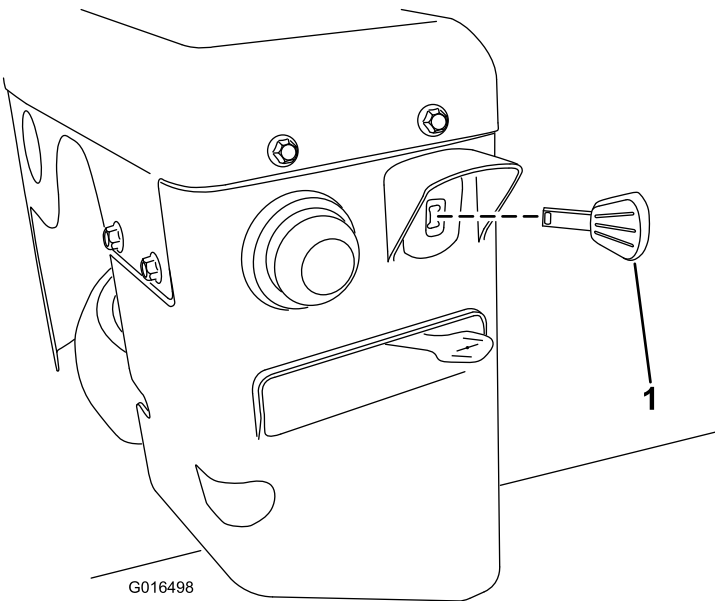

Figure 16
- 3. Insérez la clé de contact à fond dans le commutateur d'allumage (Figure 16).